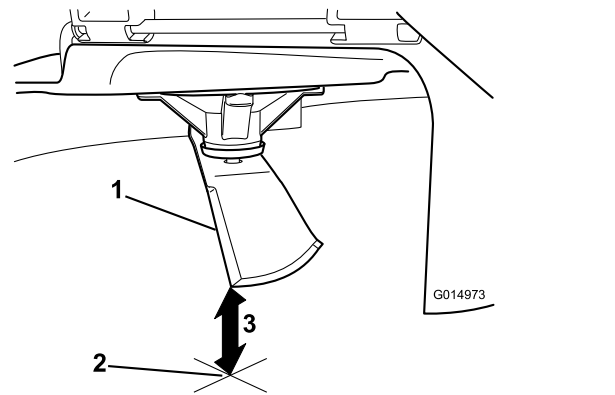

Figure 57
5. Mesurez la distance entre la pointe de la lame et la surface plane (**Figure 57**).